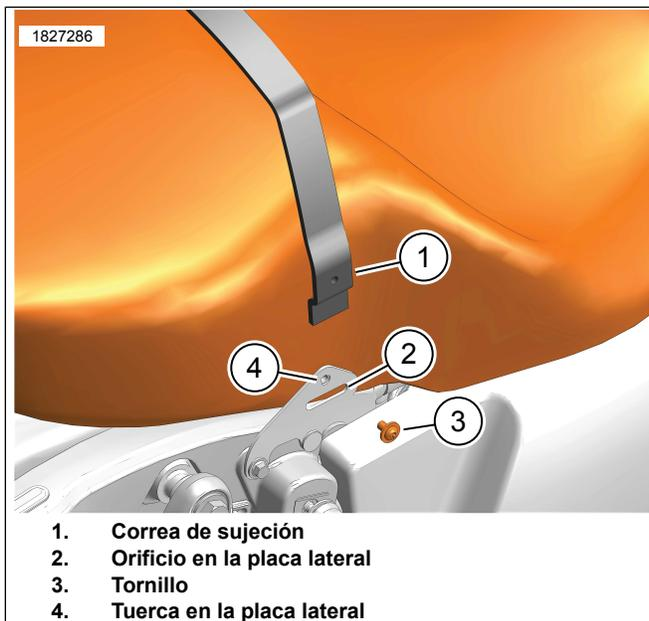

Figura 4. Instalación de la correa de agarre
2. **Kits 52000638, 52000640:** Vea la Figura 4. Instale una **nueva** correa de agarre.
- a. Inserte la correa de agarre (1) en el orificio de la placa lateral (2).
- b. Alinee el orificio en la correa de agarre con la tuerca de la placa lateral (4).
- c. Instale el tornillo (3). Ajuste.